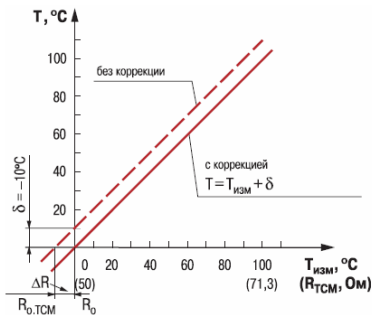

Рис. 3.7
**Примечание** - При работе с платиновыми термопреобразователями сопротивления на заданное в параметре **in.SH** значение сдвига накладывается коррекция нелинейности НСХ датчика, заложенная в программе обработки измерений. Пример сдвига измерительной характеристики графически представлен на рис. 3.7.